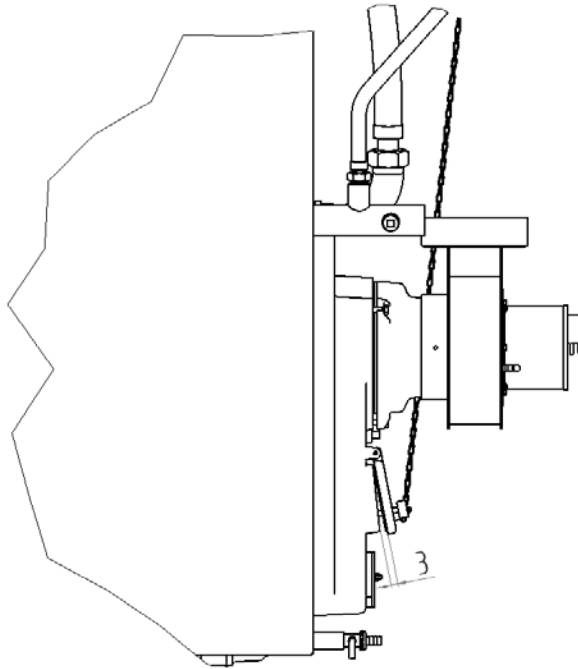

Bild Nr. 19 Öffnung der Drosselklappe mittels der Stellschraube auf 3 mm
2. Die Kette des Zugreglers auf die geforderte Leistung einstellen, was unten am Drosselventil ca. 3 – 50 mm sind. Bei einer geringen Luftmenge kommt es zur Reduzierung der Kesselleistung. **Achten Sie darauf, dass es niemals zum vollständigen Schließen der Drosselklappe kommt, (die Drosselklappe Abb. Nr. 19 muss immer auf 3 mm mittels der Stellschraube geöffnet sein) und zwar aufgrund der Kesselteerung.**